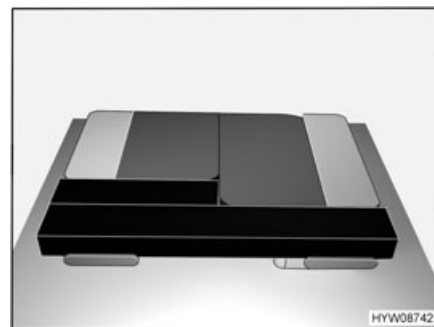

Fig. 49 Dopo la trasformazione
- Sistemare il cuscino del sedile e dello schienale come illustrato nella Fig. 49.
- Collocare un cuscino aggiuntivo lungo e uno corto, come raffigurato nella Fig. 49.